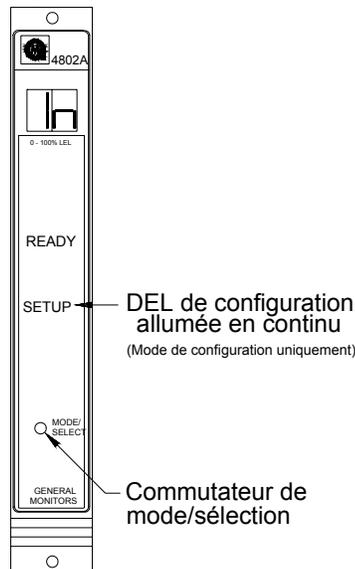

Figure 49 – Accès au mode Inhibit
- Si l'option de mot de passe est désactivée ou après avoir saisi le mot de passe correct, l'affichage indiquera « In » pendant cinq secondes (Figure 49). Toute pression sur le commutateur de **mode/sélection** pendant l'affichage de « In » entraînera le passage du module en mode **Inhibit, bloquant ainsi** les sorties d'alarme. Lorsque le module entre en mode **Inhibit**, le modèle TA102A reviendra automatiquement à l'état de fonctionnement normal. Si vous souhaitez accéder au mode **de configuration**, évitez d'appuyer sur le commutateur de **mode/sélection** pendant les cinq secondes où « In » est affiché.